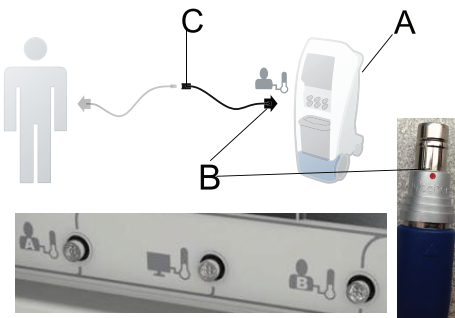

Рисунок 13 –
- Совместите красную точку на **многоцветном соединительном кабеле** (B) с портом для датчика температуры пациента A или B контроллера (A) (Рисунок 13).